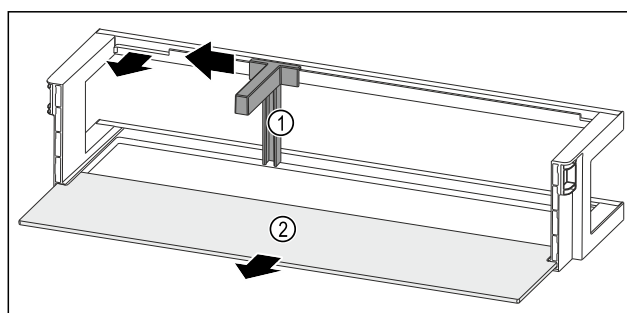

Fig. 229 Balconnet de contre-porte avec range-bouteilles et tablette de rangement
- ▶ Pousser le range-bouteilles Fig. 229 (1) sur le côté jusqu'à l'évidement.
- ▶ Retirer le range-bouteilles Fig. 229 (1).
- ▶ Retirer la tablette de rangement Fig. 229 (2).